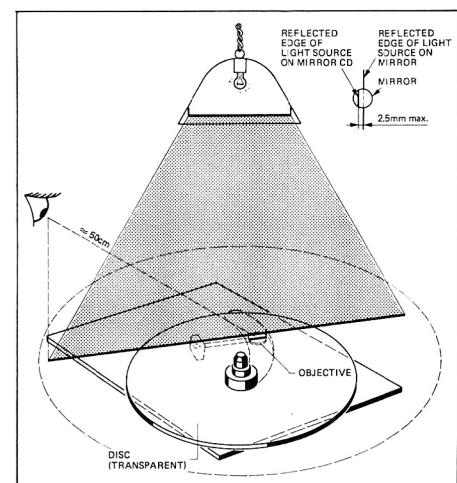

Fig. 4.18
- Den Laser- Abtastarm in Mittelstellung bringen und das Laufwerk so drehen, dass der Arm parallel zur Lichtquelle steht (siehe Fig. 4.18).
- Beim Betrachten der beiden Reflexionen der Lichtquelle in der Glas - CD und im Spiegel auf dem Abtaster (wie in Fig. 4.18) darf deren seitlicher Versatz nicht mehr als 2,5mm betragen.